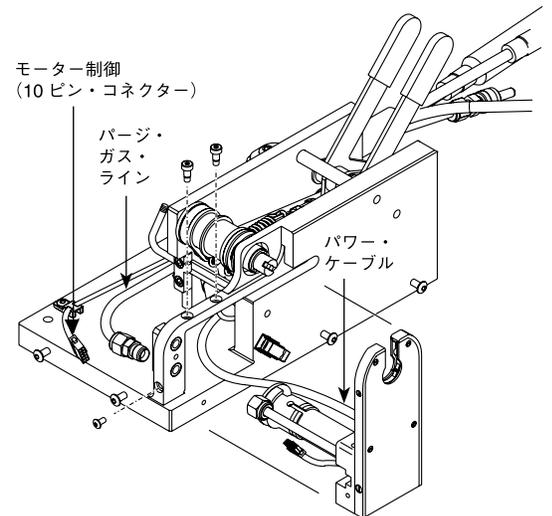

図44：ウェルド・ヘッド・アセンブリを取り外す
17. ウェルド・ヘッド・アセンブリをベースから真っ直ぐ引き抜くと、パワー・ケーブルが外せるようになります。図44をご参照ください。